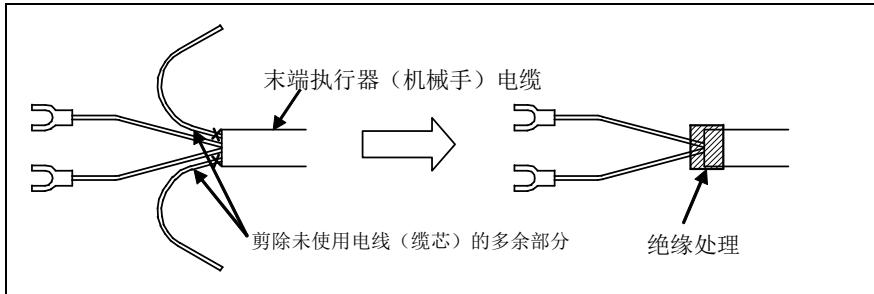

图 5 (a) 末端执行器(机械手)电缆的处理方法
- 请剪除末端执行器（机械手）电缆的未使用电线（缆芯）的多余部分并进行绝缘处理。如缠绕醋酸布胶带等。（见图 5 (a)）